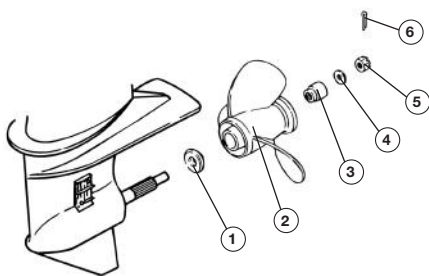

Рис. 62 Схема установки гребного винта
3. Открутите гайку 5 крепления винта и снимите шайбу 4 и втулку 3 (Рис. 62).
4. Сдвиньте и снимите гребной винт 2 с вала (Рис. 62).
5. Снимите с вала упорную шайбу 1 (Рис. 62).
2. Установите на вал упорную шайбу 1, гребной винт 2, втулку 3 и шайбу 4. Накрутите гайку 5 крепления гребного винта (Рис. 62).